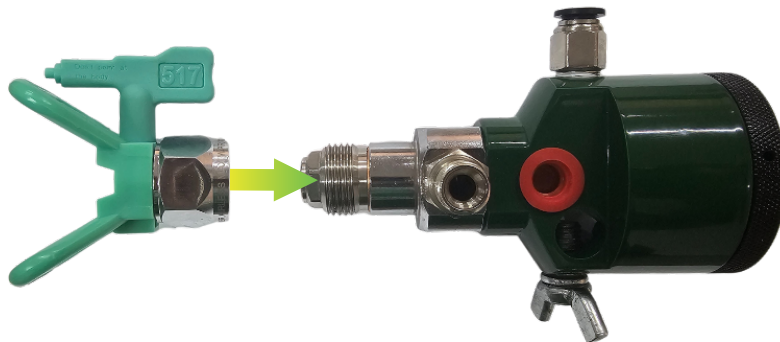

Fig. 02
2. Encaixe o porta bico (já com o bico airless) na pistola (Fig. 02).